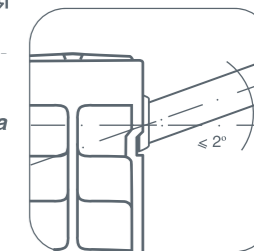

рис. 5
**!** *Во избежении аварии допустимо отклонение оси коллектора радиатора от подводящих труб не более 2° (рис. 5).*